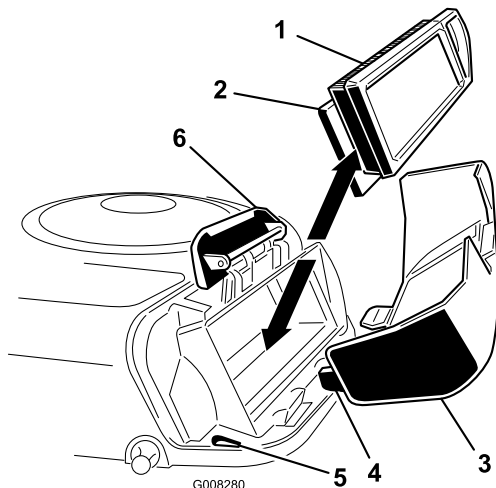

Bild 21
4. Schieben Sie den Papier- und den Schaumeinsatz vorsichtig vom Gebläsegehäuse herunter (Bild 21).
2. Fluchten Sie die Nasen des Luftfilterdeckels mit den Schlitten im Gebläsegehäuse aus (Bild 21). Haken Sie den Griff in die Abdeckung ein und drücken auf den Griff, um diesen einzurasten.